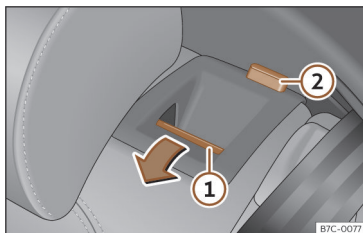

Abb. 86 Rücksitz: Rücksitzlehne vorklappen.
- Entriegelungstaste >>> (Abb. 86) ① nach vorn drücken und gleichzeitig die Rückenlehne umklappen. Die Rücksitzlehne ist entriegelt, wenn die rote Markierung des Tasters ② sichtbar ist.